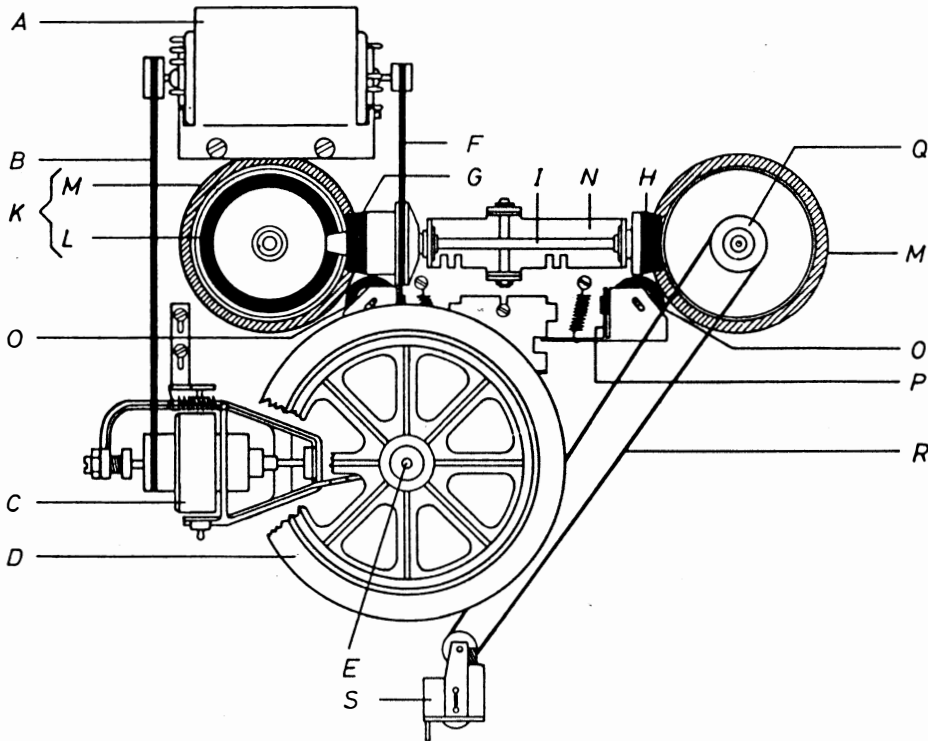

Fig. 1
1.1 Transport Mechanism (see Fig. 1)
1.1 Mécanisme d'entraînement (voir fig. 1)
1.1 Mecanismo móvil (véase fig. 1)